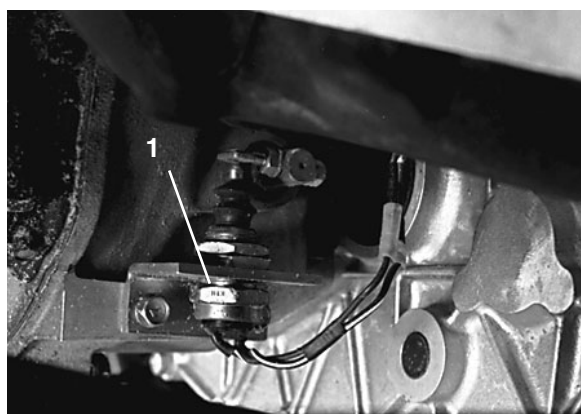

Figure 55
7. Contrôlez de nouveau le réglage du contacteur de sécurité de l'embrayage (Fig. 55). Le démarreur ne doit pas s'engager si la pédale d'embrayage ne se trouve pas à $2,9\text{ cm} \pm 6\text{ mm}$ du plancher. Si un réglage est nécessaire, desserrez les écrous de blocage du contacteur et réglez en haut ou en bas.